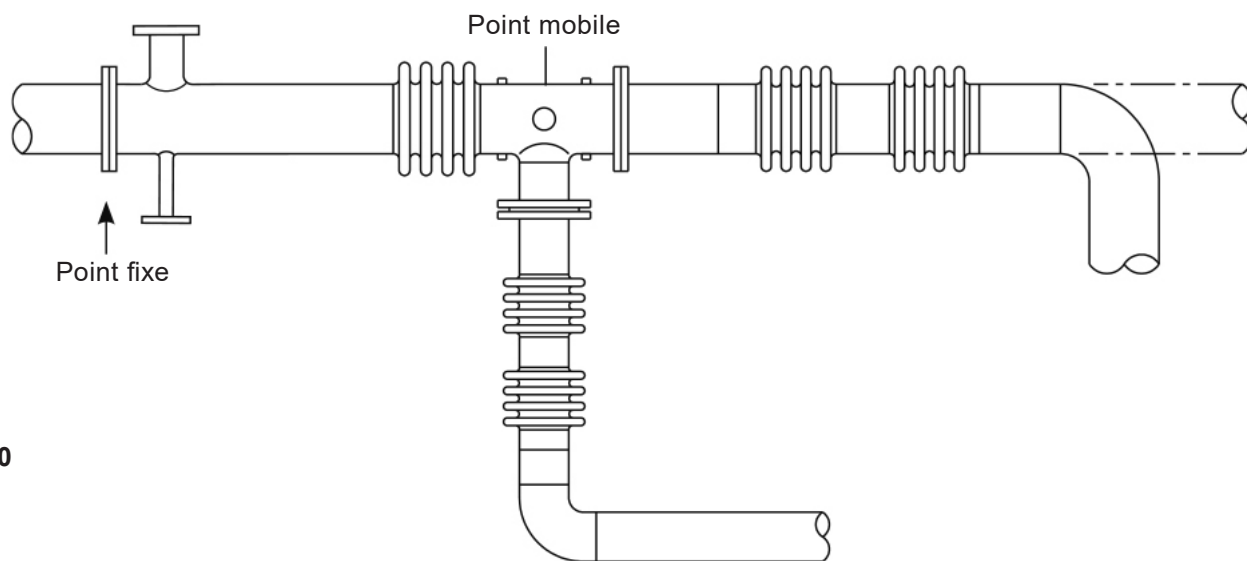

Fig. 10
**4.9** La Fig. 10 montre un exemple de raccords des tubes. Il est possible d'utiliser également des tubes de plus grande courbure ou des raccords flexibles.